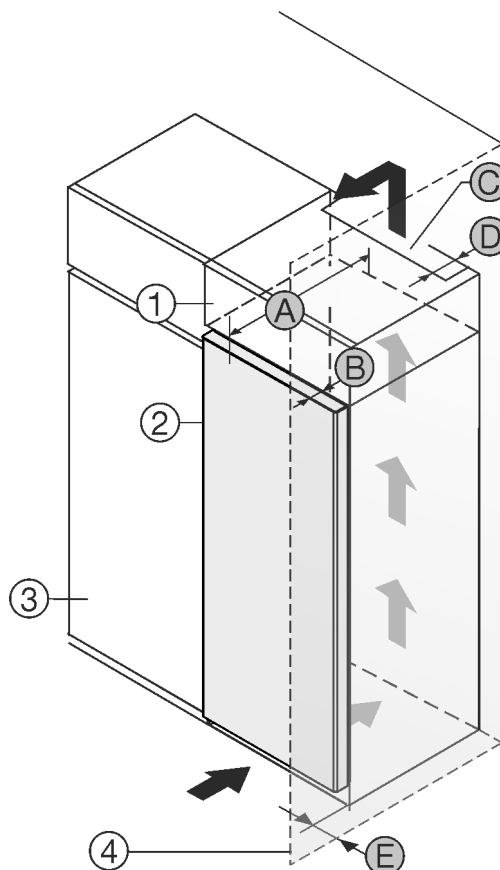

Fig. 1
- (1) Överskåp *
- (2) Apparat *
- (3) Köksskåp *
- (4) Vägg *
- (A) Apparatus djup *
- (B) Dörrens djup *
- (C) Ventilationsarea *
- (D) Avstånd, skåpets baksida *
- (E) Avstånd, skåpets sida *
Du kan ställa apparaten direkt bredvid köksskåpet Fig. 1 (3).*
Bakom överskåpet måste det finnas en luftspalt med djupet Fig. 1 (D) längs hela överskåpets bredd.*
Under taket måste angiven ventilationsprofil Fig. 1 (C) följas.*
Om du placerar apparaten med gångjärnen bredvid en vägg Fig. 1 (4) måste avståndet mellan apparaten och väggen vara minst 13 mm.*
För att dörren ska kunna öppnas helt måste apparaten sticka ut från köksskåpets front med samma mått som dörrens djup Fig. 1 (B). Beroende på köksskåpens Fig. 1 (3) djup och om väggavståndshållare används kan skåpet skjuta ut ännu mer.*